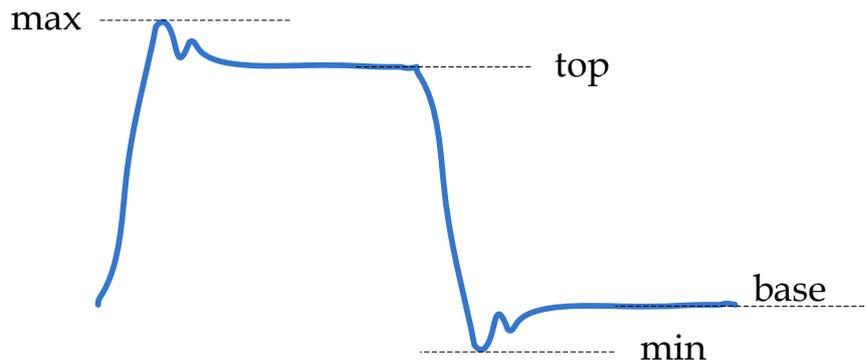

图 3 示波器有关电压参数的定义
- ① 示波器输入耦合选择 AC 或 DC，电压灵敏度旋钮设置到 500mv/DIV 或者更灵敏的档位；
- ② 用手指接触探头的尖端，如果有杂波出现则探头的信号线连接正常，如果显示的仍然是一条直线的话，则说明信号线可能开路了；
- ③ 如果 2 正常，再将探头的信号线和地线短接，再用手指接触探头的尖端，如果示波器上显示的是一条水平线，说明探头的地线正常，反之如果有很多杂波出现，说明探头的地线可能开路了；
- ④ 有时探头和电缆本身是好的，但是电缆和示波器的连接处接触不良，可以试着用手扶着连接处，重复上述测试。
3) MEASURE 方法测量脉冲信号电压参数时，见图 3 注意参数的定义：